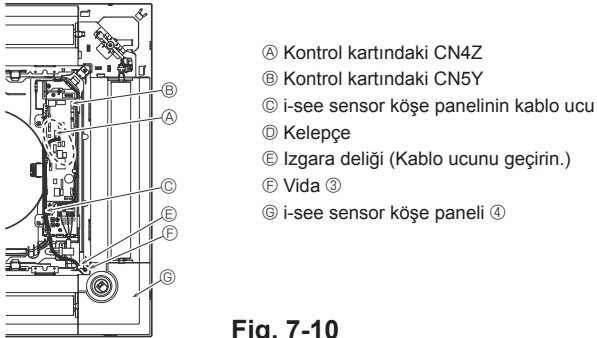

Fig. 7-10
7.4.6. i-see sensor köşe panelinin takılması (Fig. 7-10)
- i-see sensor köşe panelinin ④ kablo ucu konektörünü (beyaz, 4 kutup ve beyaz, 5 kutup) ana ünitenin üstünde bulunan elektrik kutusunun yanından geçirin ve kontrol kartında bulunan CN4Z ve CN5Y konektörüne bağlayın.